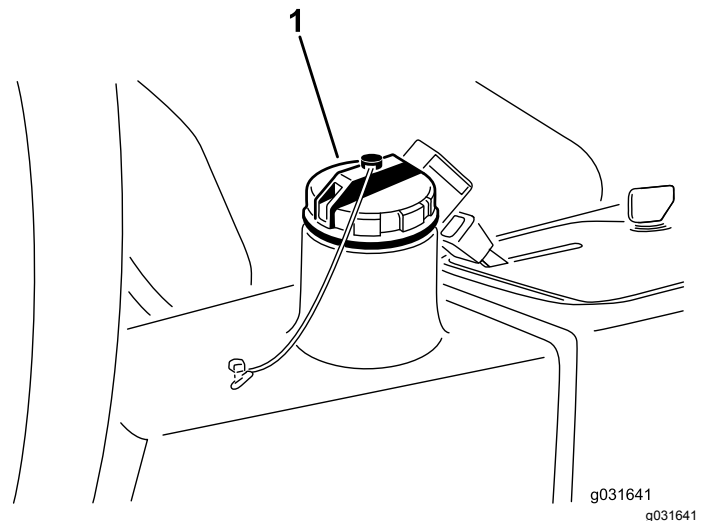

Figura 65
4. Encha o reservatório (Figura 65) com aproximadamente 13,2 litros de fluido hidráulico; consulte Verificar o nível do fluido hidráulico (página 53) e Especificações do fluido hidráulico (página 53).